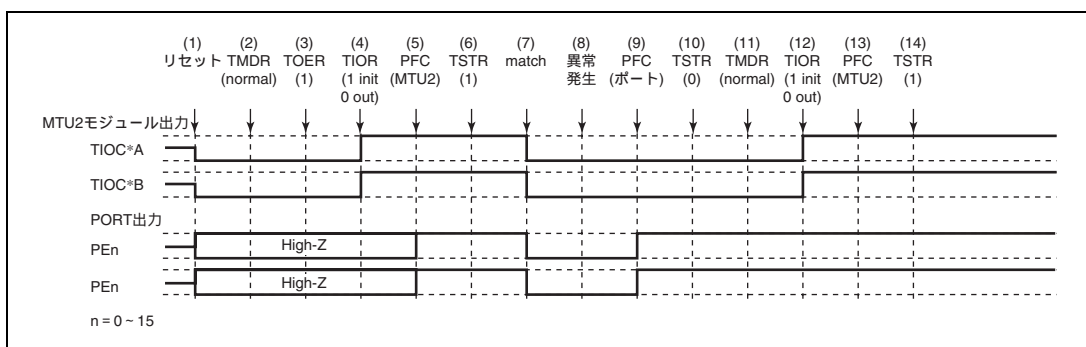

図 10.135 ノーマルモードで異常が発生し、ノーマルモードで復帰する場合
ノーマルモードで異常が発生し、再設定後ノーマルモードで再スタートする場合の説明図を図 10.135 に示します。
(1) ~ (10) は図 10.135 と共通です。
(11) PWM モード 1 を設定します。
(12) TIOR で端子を初期化してください (PWM モード 1 では TIOC*B 側は初期化されません。初期化したい場合はノーマルモードで初期化した後、PWM モード 1 に遷移してください)。
(13) PFC で MTU2 出力としてください。
(14) TSTR で再スタートします。
(11) PWM モード 2 を設定します。
(12) TIOR で端子を初期化してください (PWM モード 2 では周期レジスタの端子は初期化されません。初期化したい場合にはノーマルモードで初期化した後 PWM モード 2 に遷移してください)。
- (1) ~ (10) は図 10.135 と共通です。
- (11) 位相計数モードを設定します。
- (12) TIOR で端子を初期化してください。
- (13) PFC で MTU2 出力としてください。
- (14) TSTR で再起動します。
(11) TIOR でノーマルモードの波形生成部を初期化してください。
(12) TIOR でノーマルモードの波形生成部の動作を禁止してください。
(13) TOER でチャンネル 3、4 の出力を禁止してください。
(14) TOCR で相補 PWM の出力レベルと周期出力の許可禁止を選択してください。
(15) 相補 PWM を設定します。
(16) TOER でチャンネル 3、4 の出力を許可してください。
(17) PFC で MTU2 出力としてください。
(18) TSTR で再スタートします。
- (1) ~ (13) は図 10.135 と共通です。
- (14) TOCR でリセット同期 PWM の出力レベルと周期出力の許可禁止を選択してください。
- (15) リセット同期 PWM を設定します。
- (16) TOER でチャンネル 3、4 の出力を許可してください。
- (17) PFC で MTU2 出力としてください。
- (18) TSTR で再スタートします。